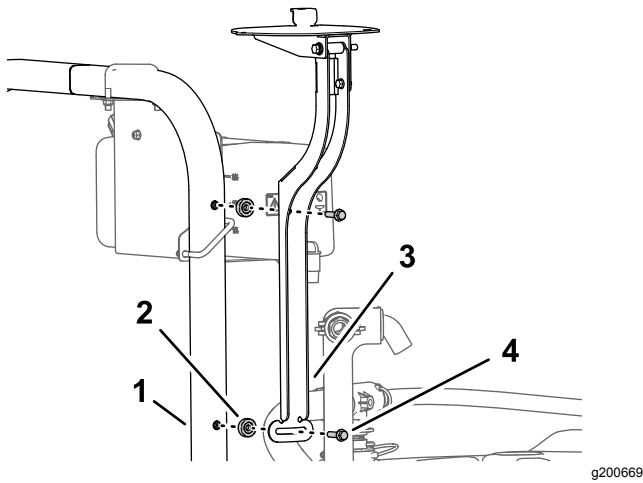

Bild 153
1. Montieren Sie die Empfängerbefestigung und das Distanzstück (3/8" x 7/16") mit der Bundkopfschraube (3/8" x 1-1/2") am Überrollbügel, wie in Bild 153 abgebildet.